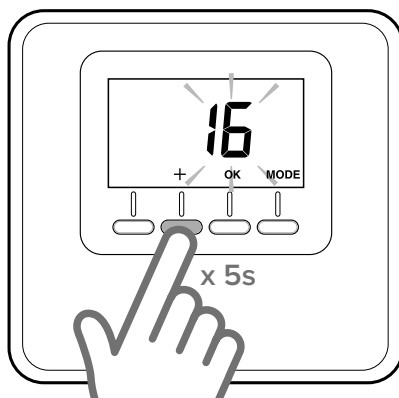

Fig. 14
- Premere per 5 secondi il tasto “+” sul sensore ambiente (fig. 14). Il display mostra, alternando, la versione software e l'indice di modifica.